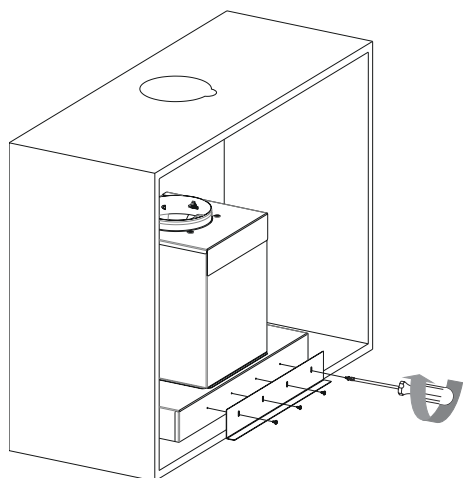

Fig. 16
- 8.** → Monter forstærknings pladen med 4 stk 3,5 x 9,5 skruer (Fig. 16)